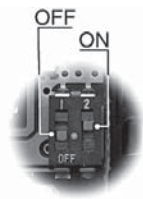

Fig. 2.f
- скопируйте параметры для контроллера на ключ (см. ЗАГРУЗКА РИС. 2.h);